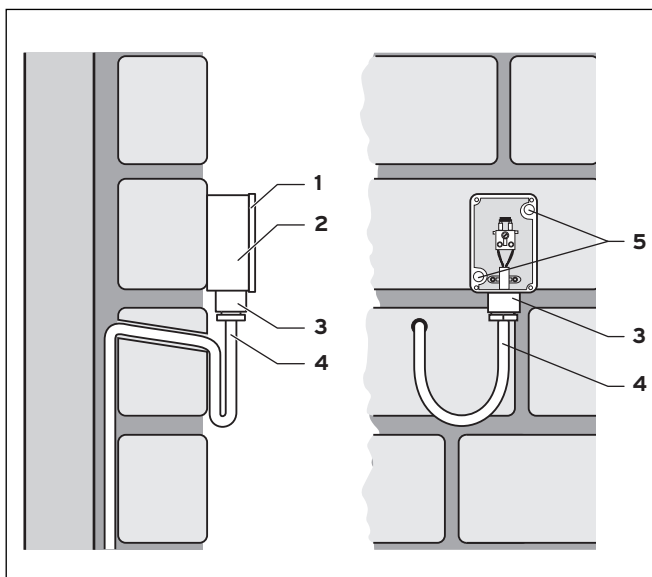

Fig. 4.2 Montage électrique de la sonde de température extérieure VRC 693
- ⇒ Branchez le câble de raccordement aux bornes de la sonde extérieure conformément à la fig. 4.2.